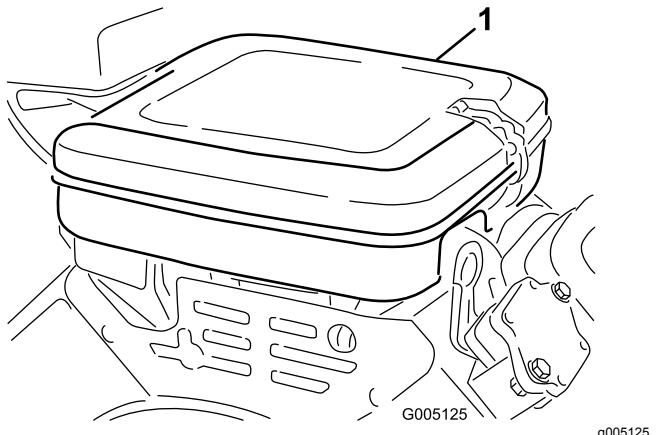

Bild 36
1. Reinigen Sie die Abdeckung gründlich (Bild 36).